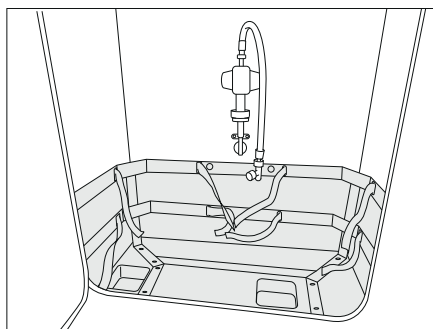
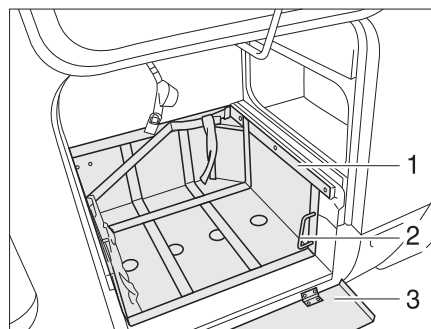

Fig. 239 Compartiment à gaz
Fig. 240 Compartiment à gaz, avec coulisseau extractible
- Si une tôle de protection (Fig. 240,3) est présente, la rabattre vers le bas.
- Déverrouiller le coulisseau (Fig. 240,1) au moyen de la poignée (Fig. 240,2).
- Retirer à fond le coulisseau (Fig. 240,3).
- Faire revenir la poignée (Fig. 240,2) dans sa position initiale.
- Déverrouiller le coulisseau (Fig. 240,3) au moyen de la poignée (Fig. 240,2).
- Enfoncer à fond le coulisseau (Fig. 240,3) et faire revenir la poignée (Fig. 239,2) dans sa position initiale.
- Si une tôle de protection (Fig. 240,1) est présente, la rabattre vers le haut.